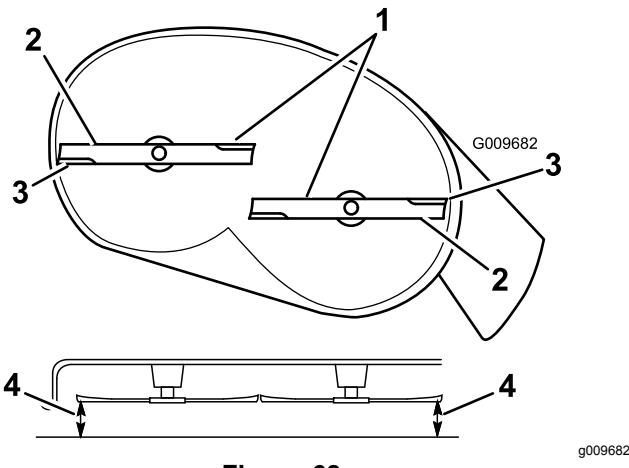
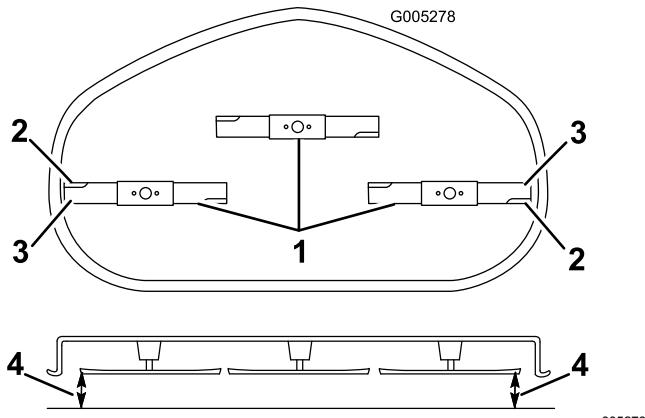

Figure 68
Figure 69
4. Faites pivoter les lames avec précaution pour qu'elles soient toutes parallèles (Figure 68 et Figure 69).
5. Mesurez la distance entre les tranchants extérieurs et la surface plane (Figure 68 et Figure 69).